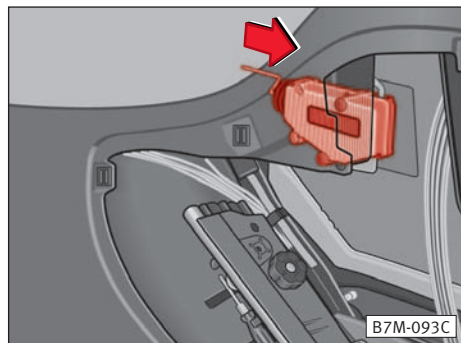

Fig. 150
- Seguidamente hay que desplazar un poco hacia atrás, en el sentido de la flecha, la varilla de bloqueo que hay delante de la carcasa de membrana blanca ⇒ fig. 150.